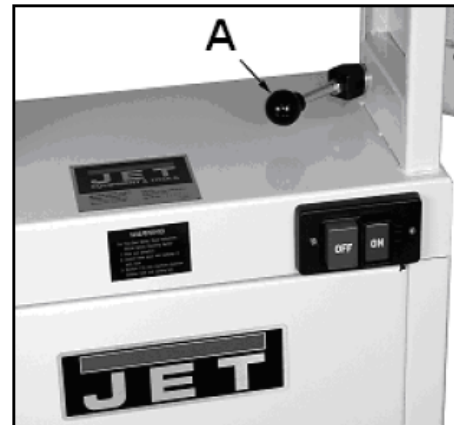

Рис. 12
Отключите станок от питания. Ослабьте зажимную ручку (A) (Рис. 12). Установите консоль в вертикальное положение. Между столом и шлифовальной головкой должен быть угол 90°, отрегулируйте и закрепите 2 упорных винта на задней стороне станка.